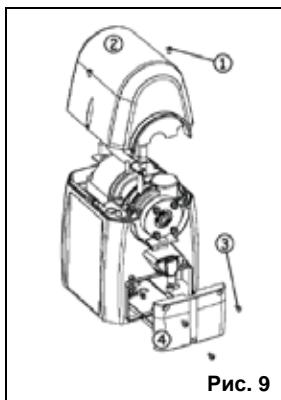

Рис. 9
- Снять верхнюю крышку (рис. 9, поз. 2), выкрутив винты (рис. 9, поз. 1).
- Выкрутить три винта (рис. 9, поз. 3), фиксирующих крышку (рис. 9, поз. 4).